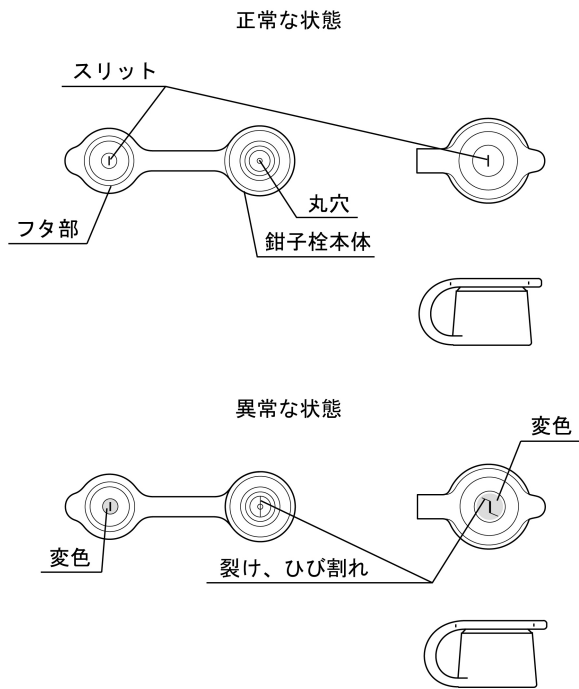

図3
- 鉗子栓のフタ部のスリットまたは鉗子栓本体の丸穴に裂け、ひび割れ、変形、変色などの異常がないことを目視で確認すること（図3参照）。